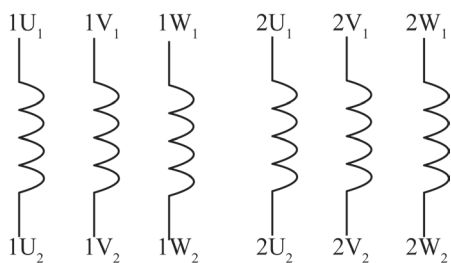

图1-15 变压器与高、低压电网的连接 (Y/Y0接法)
2. 将图 1-15 所示的变压器符号与高压电网和低压电网连接 Y/Y0 接法。